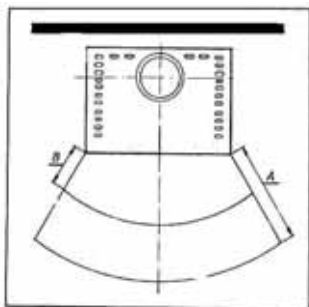

Fig. 8
Per gli elementi costruttivi, i mobili e i tessuti di arredamento infiammabili situati nella zona di irraggiamento della stufa è necessario rispettare una distanza minima di **80 cm** (A), misurati dal bordo anteriore dell'apertura del focolare. La distanza di sicurezza si riduce ai **40 cm** (B) qualora di fronte all'elemento sia installata una protezione areaa (v. fig. 8).